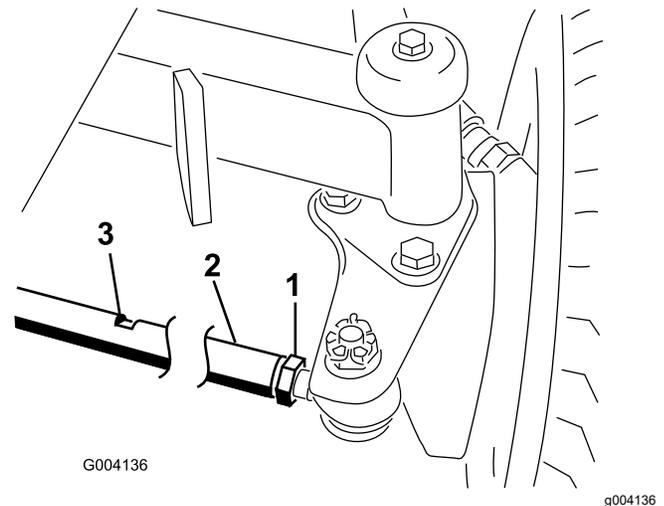

Figura 134
1. Afloje las contratuercas de ambos extremos del tirante (Figura 134).